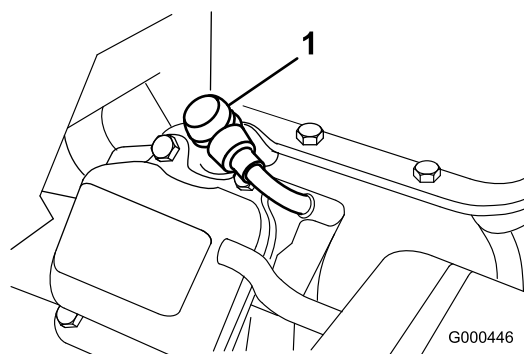

Figura 30
- Desconecte el cable moldeado de la bujía (Figura 30).